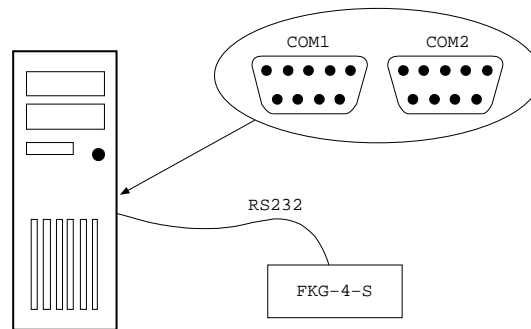

Abbildung 1: Anschluss der Steuerschnittstelle.
**RS-232** ist die Steuerschnittstelle. Über diese neunpolige D-Sub-Buchse wird das FKG-4-S gesteuert. Das Gerät ist als Datenendgerät (DCE) beschaltet, sodass zum Anschluss ein 1:1 Kabel verwendet werden kann. In Abbildung 1 ist der Anschluss skizziert.